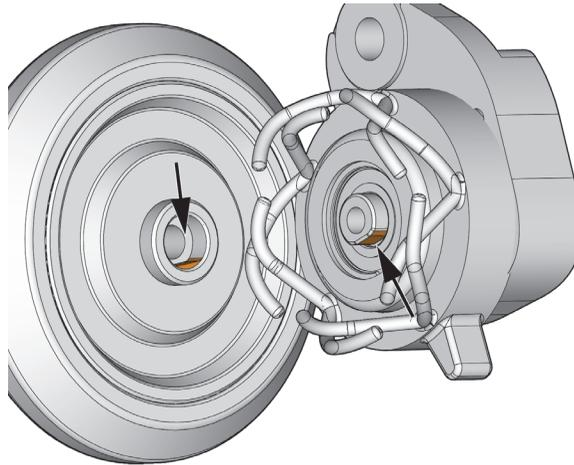

Figure 5-16 Méplats de la roue et de l'arbre
2. Pour installer la roue, alignez les méplats de l'arbre et de la roue, appuyez la roue contre l'arbre pour comprimer l'anneau de friction, puis installez la vis (Figure 5-16 à la page 91).